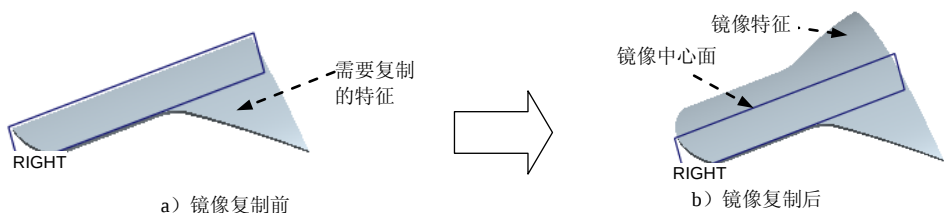

图 11.7.9 镜像钣金折弯特征 2
Step4. 用镜像的方法创建图 11.7.9 所示的钣金折弯特征 2。选择下拉菜单 **编辑(E) → 特征操作(O) → Copy (复制) → Mirror (镜像) → All Feat (所有特征) → Dependent (从属) → Done (完成)** 命令。选择 **Plane (平面)** 命令，再